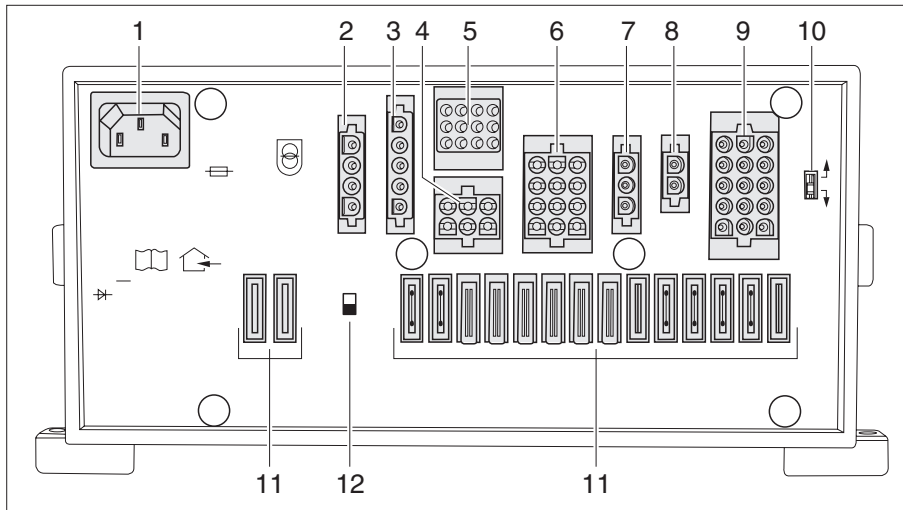

Fig. 63 Bloque eléctrico (EBL 119)
El separador de batería (Fig. 63,12) apaga todos los consumidores de 12 V en el habitáculo, incluida la válvula de seguridad/purga. De este modo se evita la descarga lenta de la batería del habitáculo cuando el vehículo no se utiliza durante tiempo prolongado (p. ej. durante un tiempo transitorio fuera de servicio).
- ▶ Presionar hacia arriba el separador de batería (Fig. 63,12): Batería On.
- ▶ Presionar hacia abajo el separador de batería (Fig. 63,12): Batería Off.
En el selector de batería (Fig. 63,10), el módulo de carga en el bloque eléctrico puede ajustarse al tipo de batería del vehículo ("plomo-gel", "plomo-ácido" o AGM) instalada en el vehículo.